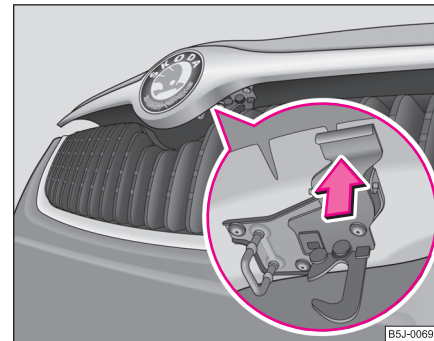

Fig. 142 Grilajul radiatorului: Siguranță
- Apăsați siguranța ⇒ pagina 199, fig. 142 și capota motorului se deblochează.